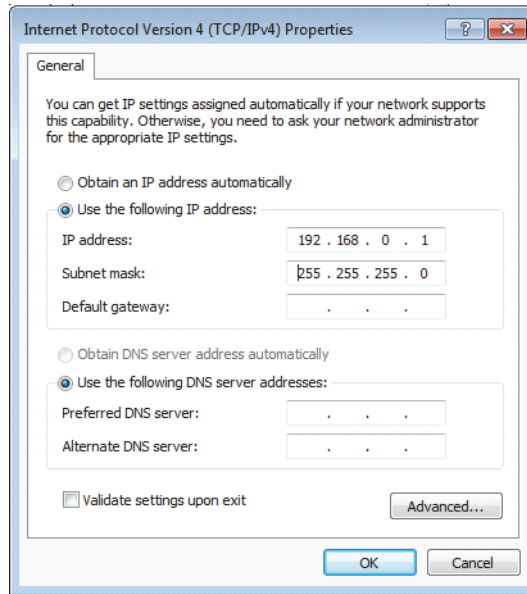

Figura 7-23 La finestra di dialogo **Proprietà Protocollo Internet Versione 4 (TCP/IP)** (Windows 7)
7. Nella finestra di dialogo **Proprietà Protocollo Internet versione 4 (TCP/IP)** [Internet Protocol Version 4 (TCP/IPv4) Properties], selezionare **Utilizza il seguente indirizzo IP** (Use the following IP address) [vedere Figura 7-23 a pagina 240].